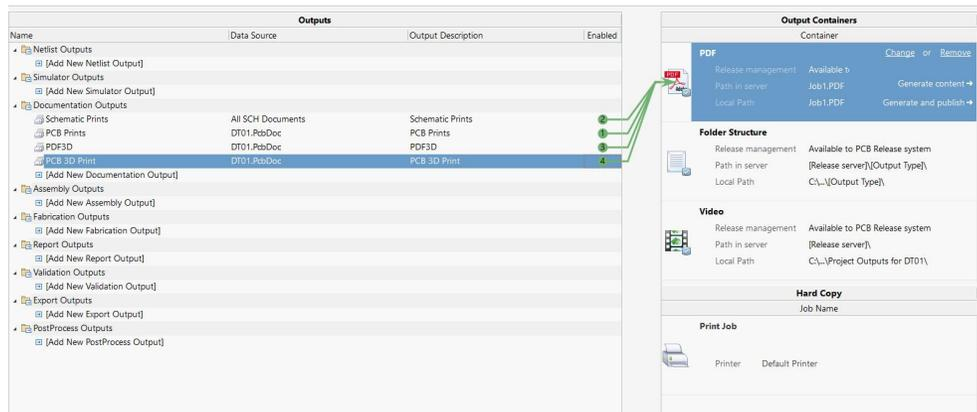

图5-14 提示将PCB 3D输出到PDF
9) 在图5-14右侧的“输出容器”中选中“PDF”，再选中“PCB 3D Print”行所对应的使能区白色圆点复选框按钮，可以看到有一条绿线指向“输出容器”内的PDF，如图5-14所示。
10) 在图5-14右侧的“输出容器”中选中“PDF”文件，单击“生成内容”按钮。
- 6) 可以看到界面中新增加了一行“PCB 3D Print”，先选中“输出容器”的“PDF”文件，后选中该行所对应使能区白色圆点复选框按钮，可以看到有一条绿线指向“输出容器”内的PDF，如图5-14所示。
7) 在图5-14右侧的“输出容器”中选中“PDF”文件，单击“生成内容”按钮。